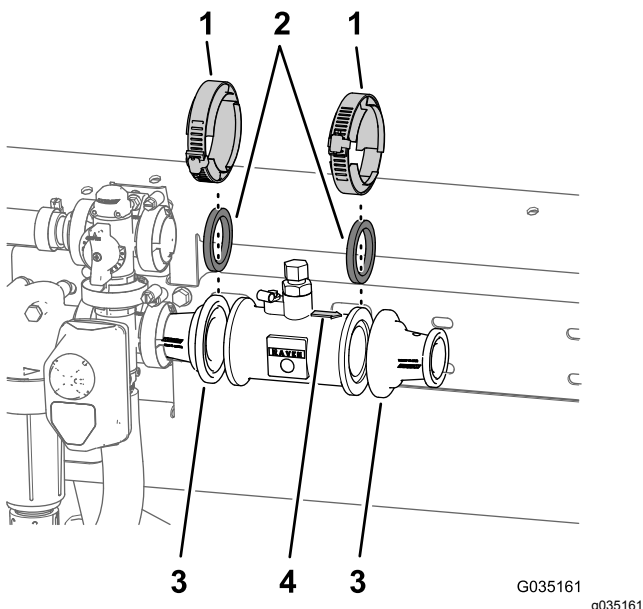

図 55
- A. ステップ 2B カップリング CH-ブレーキと縮径アダプタを外す (ページ 17) で取り外したガスケット 2 1/4" を、マスターコントロールバルブの右側に取り付けられているフローメータと縮径アダプタとの間に取り付ける 図 55。
B. ガasket、フローメータ、縮径アダプタ図 55を、ステップ 2A カップリングCH-ブレーキと縮径アダプタを外す (ページ 17)で取り外したフランジクランプ 76 mmで仮組みする。
C. ステップ 2C カップリングCH-ブレーキと縮径アダプタを外す (ページ 17)で取り外したガasket (2 1/4")と縮径アダプタを、フローメータの矢印の先端側にセットする (図 55)。
D. ガasket、フローメータ、縮径アダプタ図 55を、ステップ 2A カップリングCH-ブレーキと縮径アダプタを外す (ページ 17)で取り外したフランジクランプ 76 mmで取り付ける。